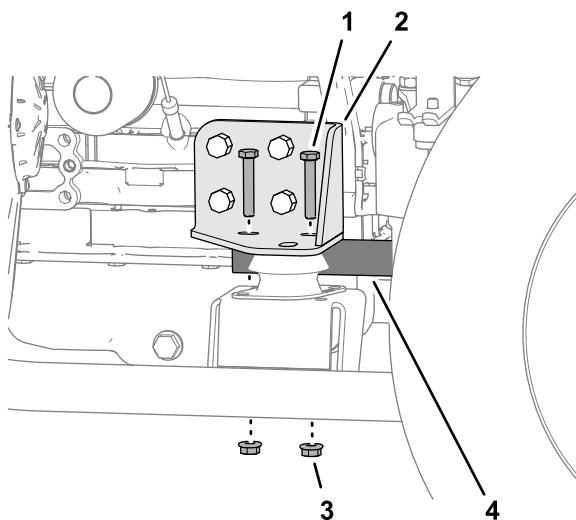

Figura 91
6. Remova os 2 parafusos e as 2 porcas que fixam o tubo antirrotação à montagem do motor direita (Figura 91).